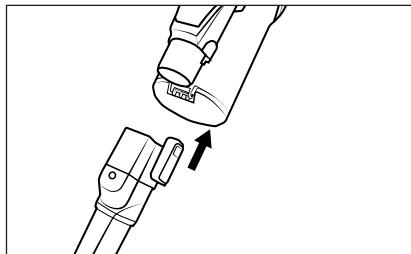

Fig. 14
- ♦ Faites glisser l'accessoire sur le tube d'aspiration 24 ou sur l'orifice d'aspiration de l'appareil jusqu'à ce qu'il s'enclenche de manière audible avec un bruit de clic (voir fig. 14). Veillez ce faisant à respecter la bonne position du verrouillage.